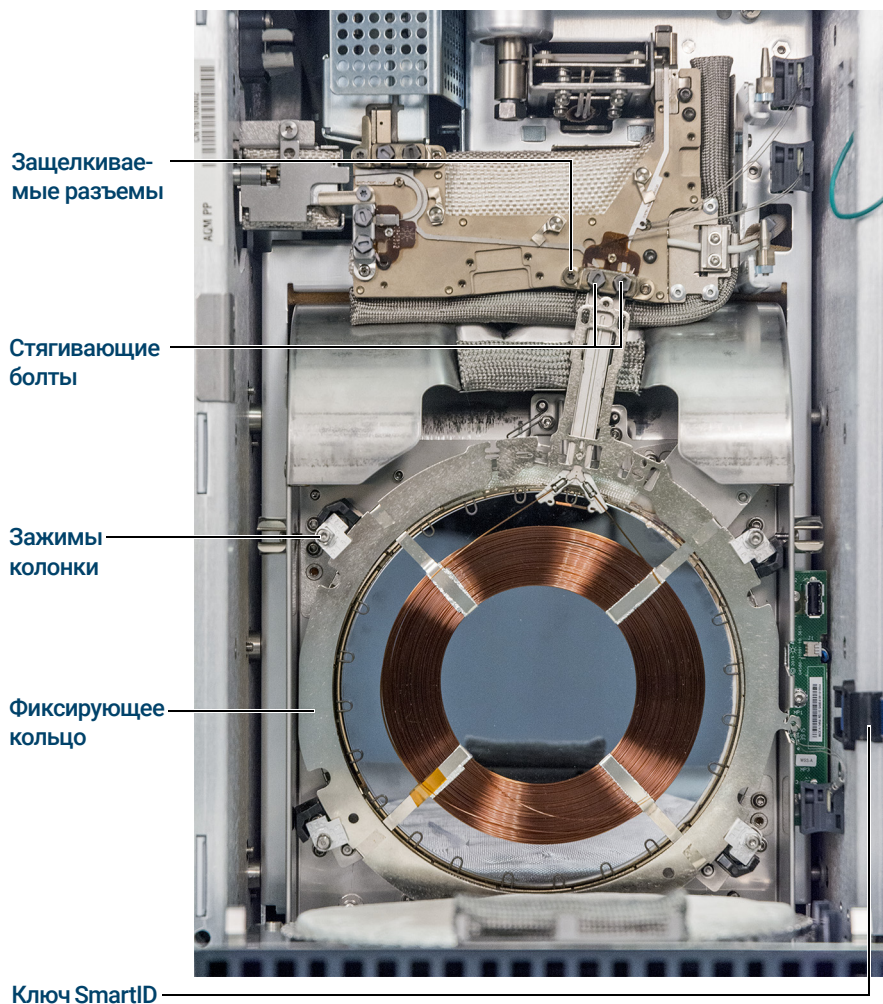

Рис. 12. Колонка GX 9000 и связанные с ней компоненты
- 7 С помощью динамометрической отвертки Intuvo отверните все четыре зажима колонки от кольца, фиксирующего колонку. (См. Рис. 12.)